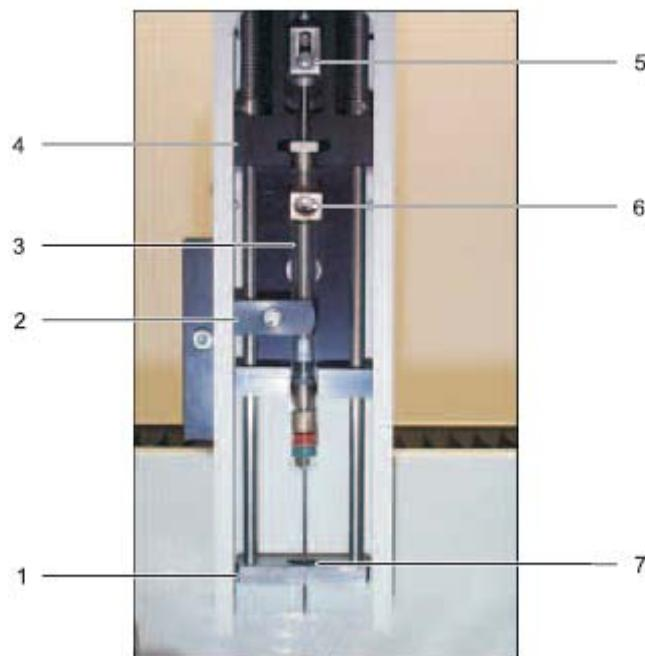

图89 注射器固定装置
3. 将注射器安置在注射器基座(如图 89)。用锁定柄固定注射器的针筒,用锁定螺丝固定活塞。